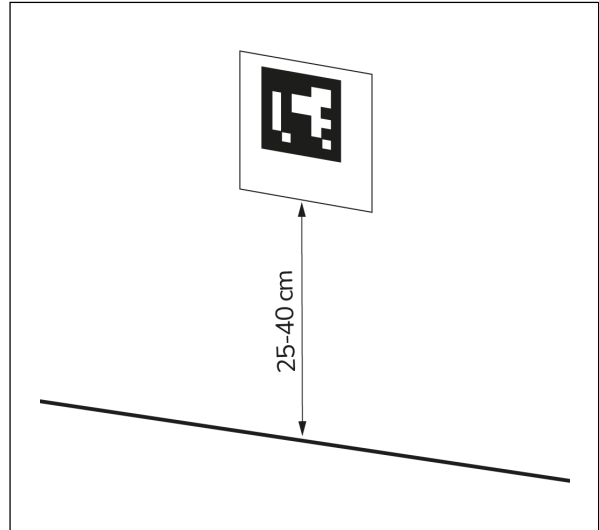

Figura 22
1. Coloque el bloque de códigos QR en la pared a una altura de entre 25 y 40 cm del suelo (figura 22, pos. 1).